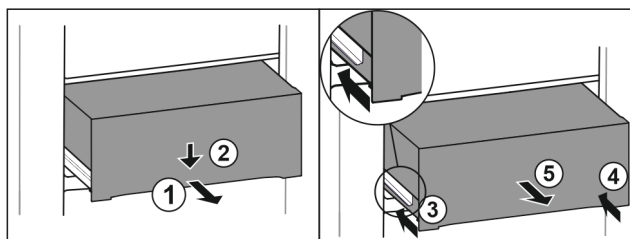

Fig. 217
- ▶ Izvucite ladicu na pola. Fig. 217 (1)
- ▶ Pritisnite ladicu naprijed prema dolje. Fig. 217 (2)
- ▶ Gurnite lijevu vodilicu za oko 2 cm. Fig. 217 (3)
- ▶ Gurnite desnu vodilicu za oko 2 cm. Fig. 217 (4)
- ▶ Izvadite ladicu prema naprijed. Fig. 217 (5)